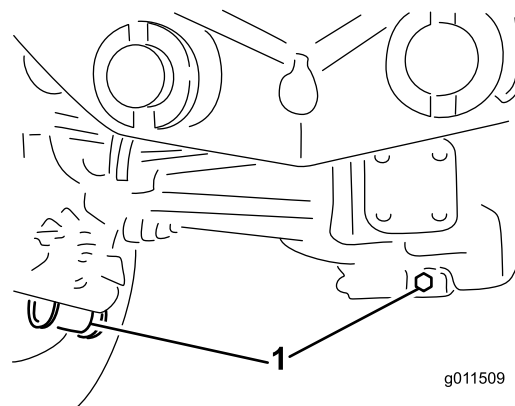

Figura 86
2. Limpe a zona em redor dos 3 tampões de escoamento, 1 em cada extremidade e 1 no centro (Figura 86).